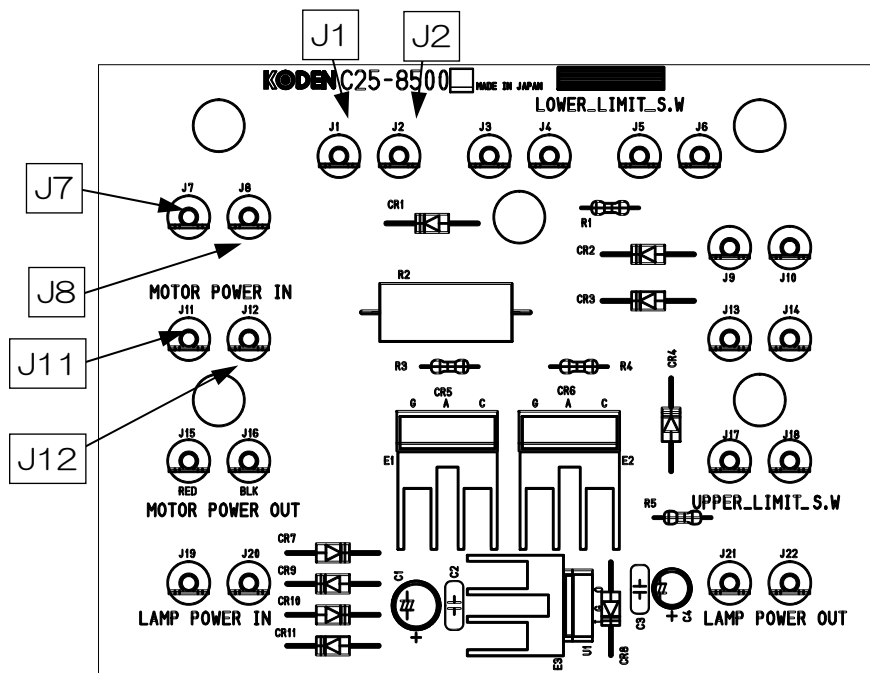

図 4.7 C25-8500 端子配置説明図
12. 着底用リミットスイッチから C25-8500 J7、J8 までの導通をテスターで確認します。C25-8500 J7、J8 にテスターを付けてください。着底用リミットスイッチを ON/OFF させると、テスターの測定値が、数Ω、無限大程度に変化することを確認してください。抵抗値が大きく変化すると正常です。変化しない場合は、着底用リミットスイッチから C25-8500 間に異常があります。(図 4.7 参照)
13. 着底用リミットスイッチから C25-8500 J1、J2 までの導通をテスターで確認します。C25-8500 J1、J2 にテスターを付けてください。着底用リミットスイッチを ON/OFF させると、テスターの測定値が、数Ω、無限大程度に変化することを確認してください。抵抗値が大きく変化すると正常です。変化しない場合は、着底用リミットスイッチから C25-8500 間に異常があります。(図 4.7 参照)
3. C25-8500 J11、J12 間の電圧をテスターで測定してください。（図 4.7 参照）